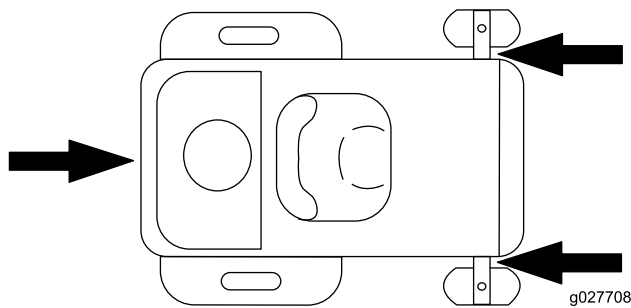

Figura 31
5. Amarre la máquina junto a las ruedas giratorias delanteras y el guardabarros trasero (Figura 31).